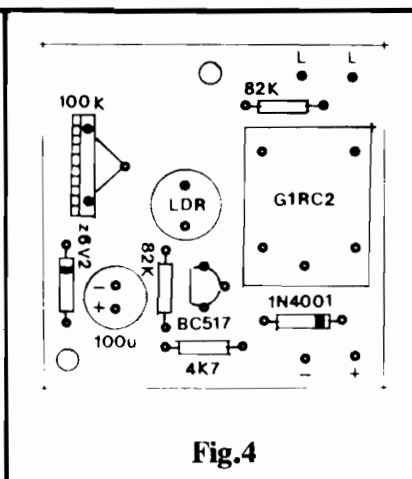

Fig.4
- **FIG. 4 - "CHAPEADO DA MONTAGEM** - Com o Impresso pronto e conferido, o Leitor/Hobbysta pode passar à inserção e soldagem das peças, guiando-se pelo "chapeado", que mostra (ainda em tamanho natural...) o lado não cobreado da placa, com todos os componentes devidamente estilizados, claras indicações dos seus códigos, valores, polaridades e outros dados visualmente importantes... Atenção à colocação das peças **polarizadas**, quais sejam: o BC517 (lado chato voltado para o resistor de 82K...), os dois diodos (zener e comum), com suas extremidades de **ca todo** nitidamente marcadas pelas faixas ou anéis em cor contrastante, e o capacitor eletrolítico (também com a polaridade de seus terminais claramente indicada na figura e no próprio corpo do componente...). O relê também tem posição única e certa para inserção e ligação, porém, no caso, a própria "assimetria" dos pinos evita que sejam "enfiados" em "buracos errados"... Se, contudo, o Leitor/Hobbysta estiver utilizando **outro** relê, que não o especificamente sugerido na LISTA DE PEÇAS (embora eletricamente equivalente...), eventualmente poderá ser necessária uma modificação na disposição de ilhas e pistas respectivas, no traçado do Impresso, de modo a adequar as condições puramente mecânicas de ligação... Finalmente, quanto aos resistores comuns, cuidado para não inverter seus valores em função das po-